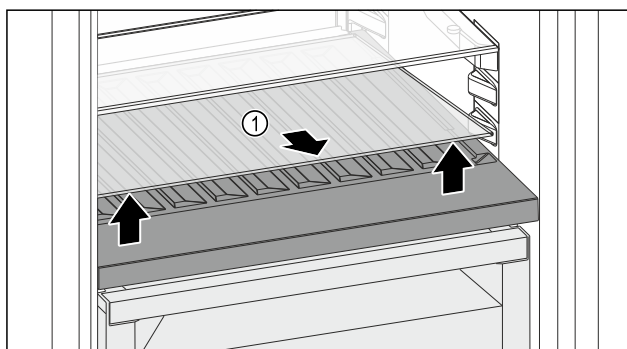

Fig. 108
- Glasplatte Fig. 108 (1) an der Aussparung vorne anheben und herausnehmen.
- Glasplatte Fig. 108 (1) außerhalb des Geräts sicher aufbewahren.